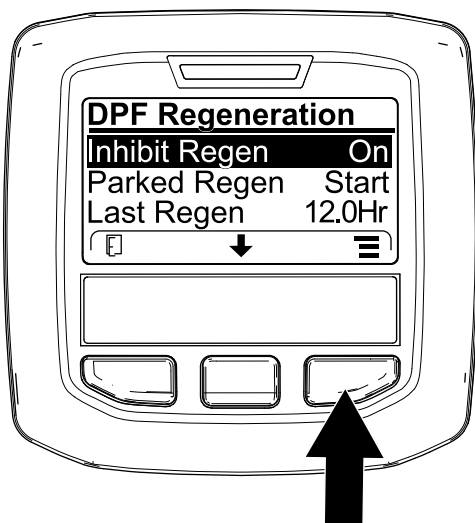
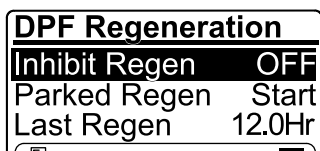

Figura 39
Figura 40
1. Vaya al menú de Regeneración del DPF, pulse el botón central para desplazarse hasta la opción INHIBICIÓN REGENERACIÓN, y pulse el botón derecho para seleccionar la opción Inhibir regeneración (Figura 39).
2. Pulse el botón derecho para cambiar el ajuste de Inhibir regeneración de Activado a Desactivado (Figura 39) o de Desactivado a Activado (Figura 40).